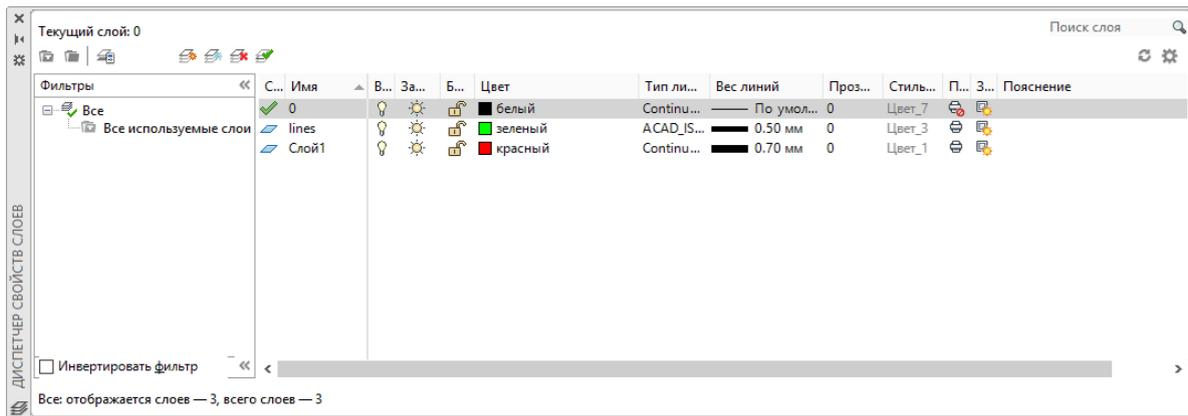

Рисунок 3.1. Діалогове вікно *Диспетчер шарів (Layer Properties Manager)*
2. Для керування шарами та їх властивостями AutoCAD надає ряд засобів, основним з яких є діалогове вікно **Диспетчер шарів** (Layer Properties Manager), яке викликається за допомогою кнопки на панелі інструментів (рис. 3.1).